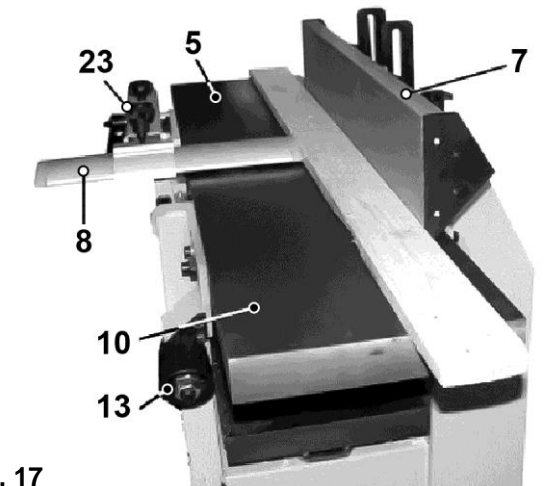

Рис. 17
12.1.2. При стругании пласти, Рис. 17, заготовок шириной менее 310 мм выберите соответствующую глубину стругания, установите защитную планку стругального вала (8), как указано в разделе 11. Включите станок и, прижимая заготовку к столу подачи (10) и направляющей планке (7), медленно и равномерно подайте заготовку вперед, навстречу направлению вращения стругального вала (35).